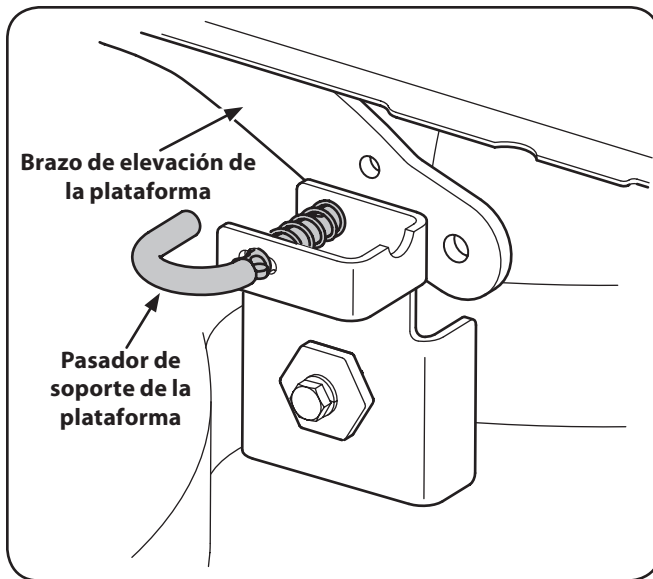

Figura 7-3
- b. Vuelva una conectar los brazos de elevación de cubierta. Véase la figura. 7-3.